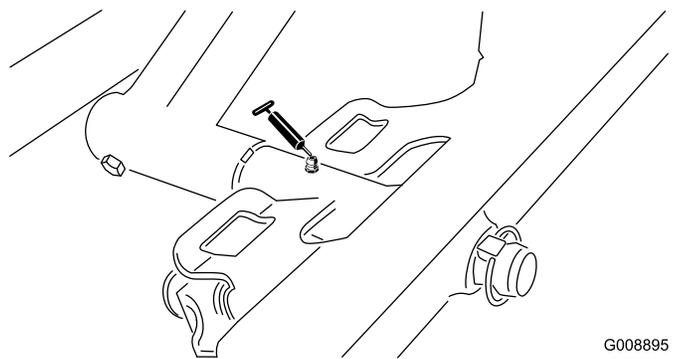

Рисунок 50
- Ось поворота переднего режущего блока (Рисунок 50)